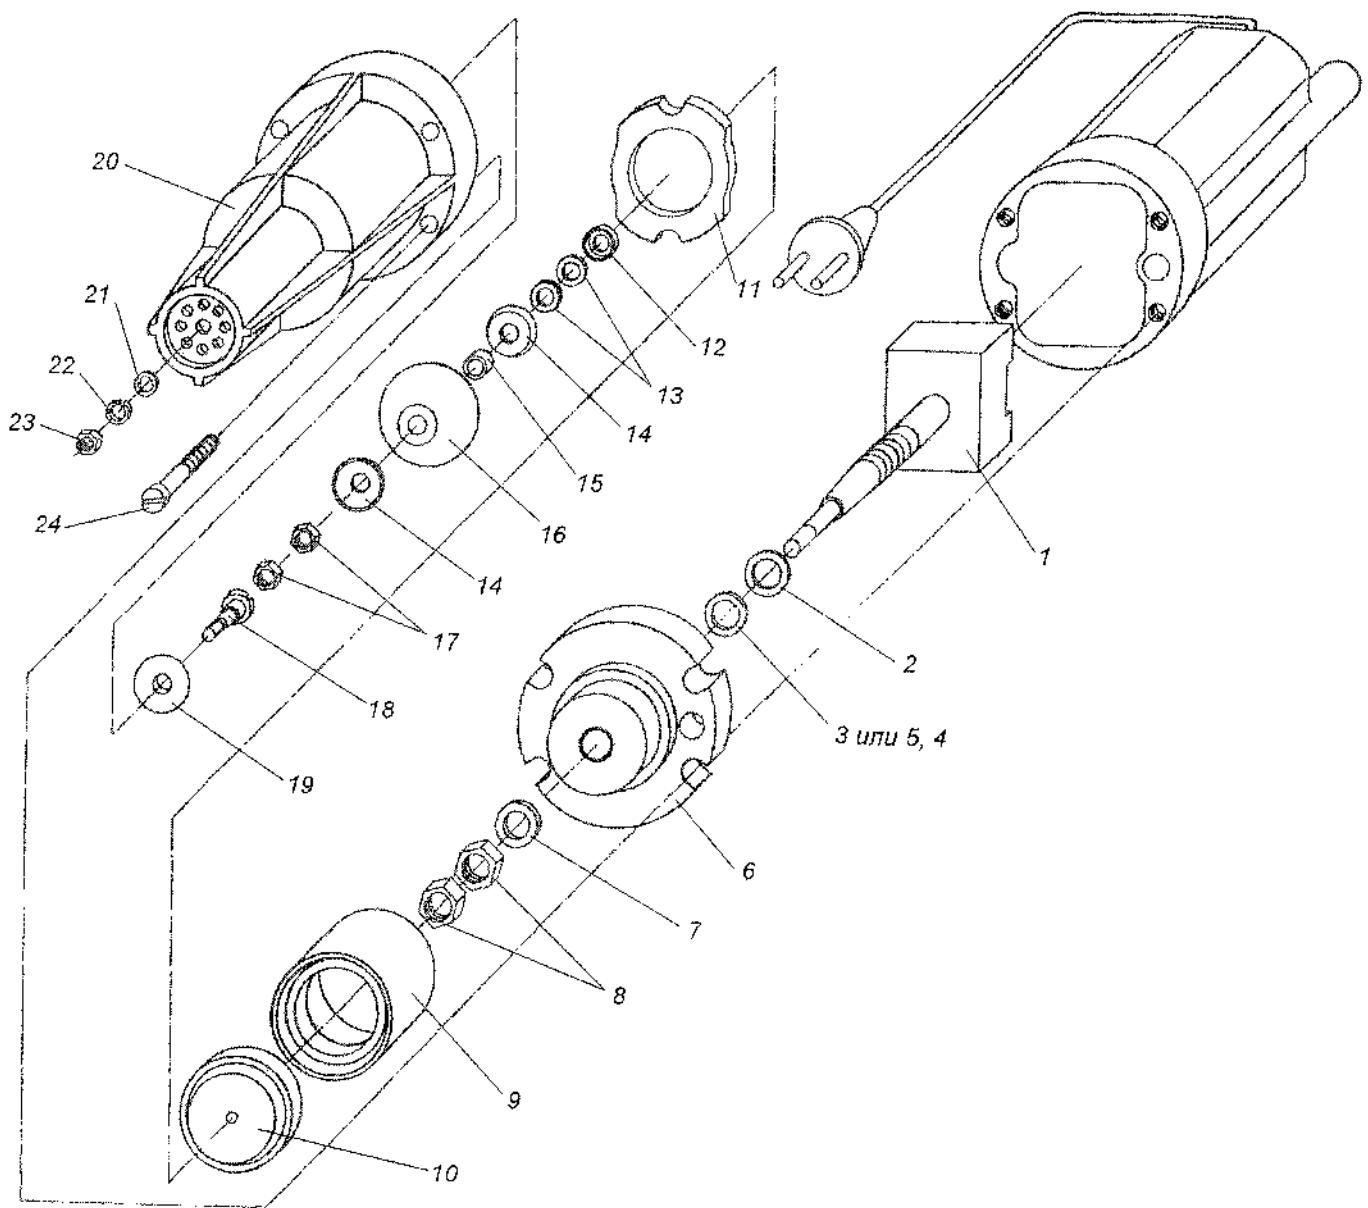

Рисунок 301 – Разборка механической части
3 Замена верхнего корпуса (рисунок 301)	<p>Снять шнур питания согласно указаниям п. 1 или п. 2. Отвернуть четыре винта (24), предварительно смазав глицерином места касания винтов (24) с амортизатором (6). Снять верхний корпус и заменить его на новый.</p> <p>Установить шнур питания согласно указаниям п. 1 или п. 2.</p>
4 Замена якоря (1), амортизатора (6), диафрагмы (10), поршня (16) (рисунок 301)	<p>Отвернуть четыре винта (24) согласно указаниям п. 3, снять верхний корпус и нижний корпус (20). Отвернуть гайки (17), снять шайбу (14), поршень (16) вместе со втулкой (15) и шайбы (14, 13, 12) со штока якоря. Снять упор (11), диафрагму (10) и муфту (9).</p> <p>Отвернуть гайки (8), снять шайбу (7), амортизатор (6) и шайбы (4, 3 или 5, 2) со штока якоря.</p> <p>Заменить вышедшие из строя детали и сборочные единицы.</p> <p>Сборку производить в обратной последовательности.</p>
5 Замена клапана всасывающего (19), корпуса нижнего (20) (рисунок 301)	<p>Отвернуть четыре винта (24) в соответствии с указаниями п. 3, снять нижний корпус (20). На нижнем корпусе (20) отвернуть гайку (23), снять шайбы (22, 21). С другой стороны корпуса нижнего (20) вытащить винт (18) и клапан всасывающий (19).</p> <p>Заменить вышедшие из строя детали.</p> <p>Сборку производить в обратной последовательности.</p>